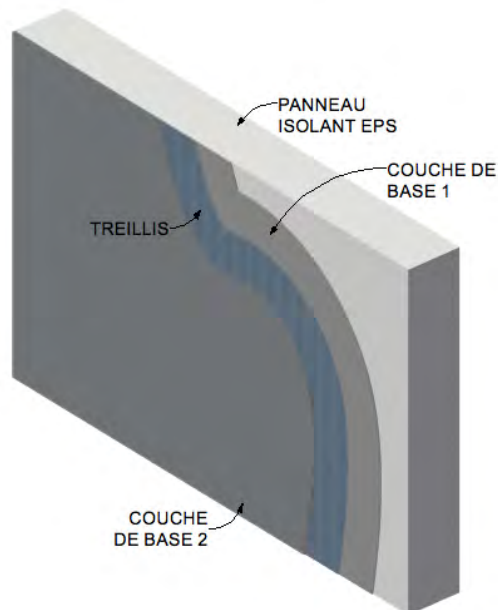

Figure 7
8.5.1.2.(3) Permettre à la couche de base de sécher jusqu'à ce qu'elle soit sèche au toucher. Appliquer à la truelle une deuxième couche de base recouvrant la première couche afin de **noyer complètement** le treillis d'armature – Figure 7. Le résultat doit être tel que le treillis d'armature est situé approximativement au milieu de l'épaisseur de la couche de base. Ne pas laisser complètement sécher la première couche avant l'application de la seconde couche ou alors une quantité excessive de mélange sera nécessaire pour recouvrir entièrement la surface du mur.